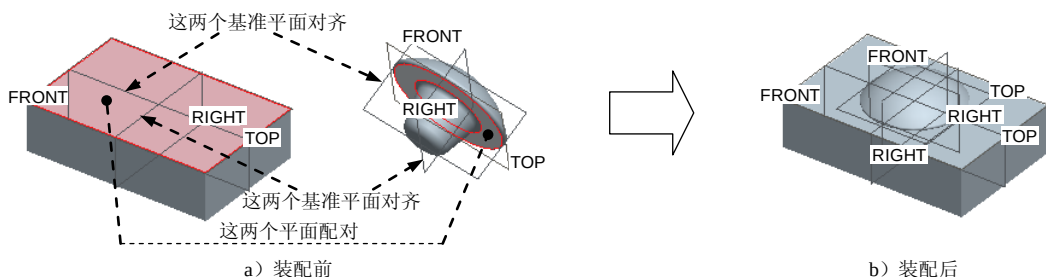

图 6.3.2 装配元件
(1) 单击 **模型** 功能选项卡 **元件** 区域中的“装配”按钮 。打开零件模型文件 part2.prt。
(2) 如图 6.3.2 所示，定义第一个约束 **重合** (PART1 的 RIGHT 基准平面与 PART2 的 RIGHT 基准平面对齐)；定义第二个约束 **重合** (PART1 的 TOP 基准平面与 PART2 的 FRONT 基准平面对齐)，定义第三个约束 **重合** (选取图 6.3.2a 所示的两个面)；在“元件放置”操控板中单击  按钮。